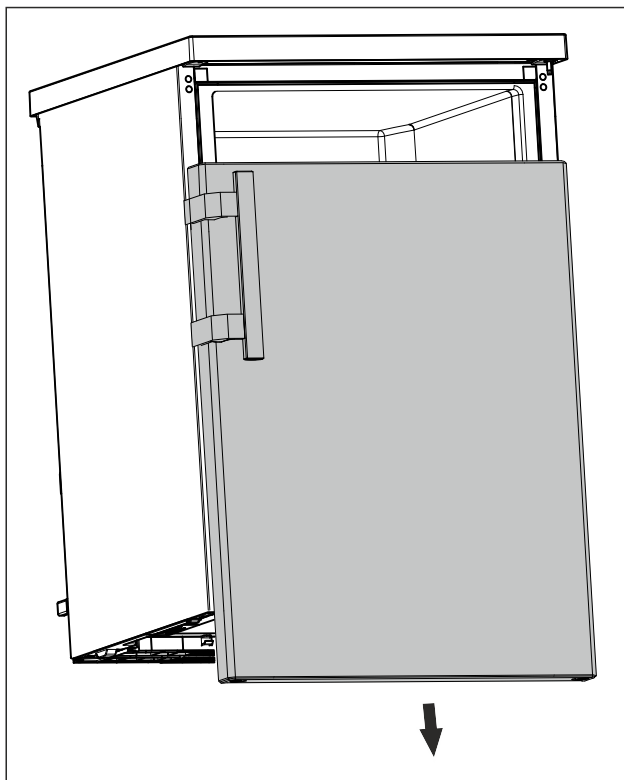

Fig. 12
- ▶ Võtke uks allapoole maha. (vt. Fig. 12)